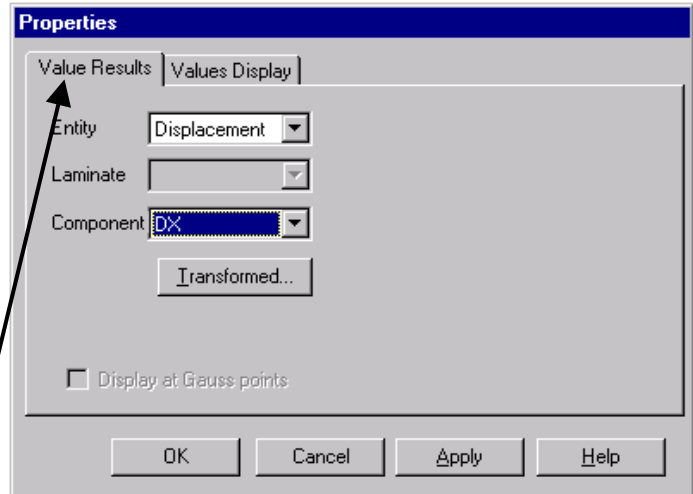

Fig. 57
- în caseta de dialog se selectează tipul de rezultate (**Value Results**): deplasări pe direcția axei X (**Displacement, DX**) (fig. 57)